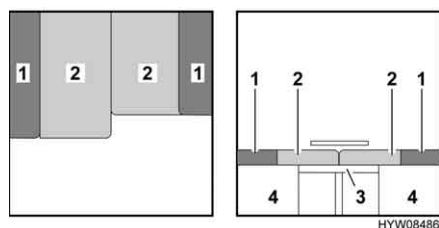

Fig. 35 Dopo la trasformazione
- Portare i cuscini del divano (Fig. 35,2) di entrambi i lati sul tavolo (Fig. 35,3).
- Posizionare i cuscini dello schienale (Fig. 35,1) dei due lati sui cassoni del letto (Fig. 35,4).